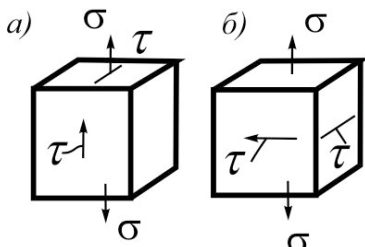

Рис. 2.32
**2.32. Пользуясь III теорией прочности, определить, какой из указанных на рисунке случаев напряженного состояния опаснее (рис.2.32).**